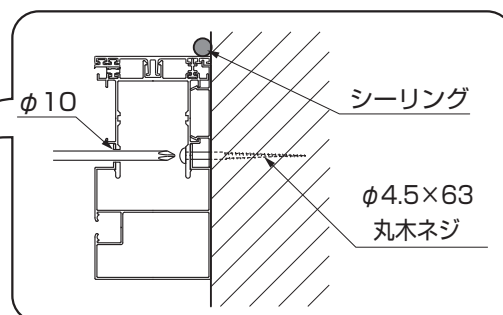

図13-10 A部詳細図
②垂木化粧材を妻垂木の既存穴に、【1-5】で取付けてください。
③連棟用垂木掛部品にシーリングし、垂木掛けに取付けてください。(図13-10参照)
(3) ガーデンルームタイプの場合の垂木化粧材の取付け